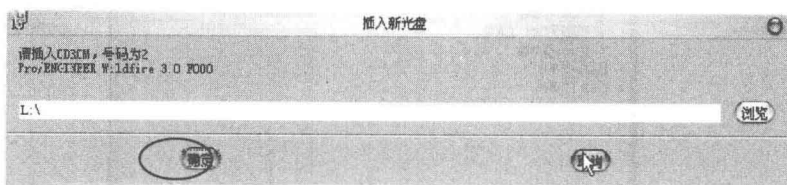

图 1-14
(8) 几分钟后系统弹出如图 1-14 所示的对话框, 插入第二张光盘, 按【确定】。